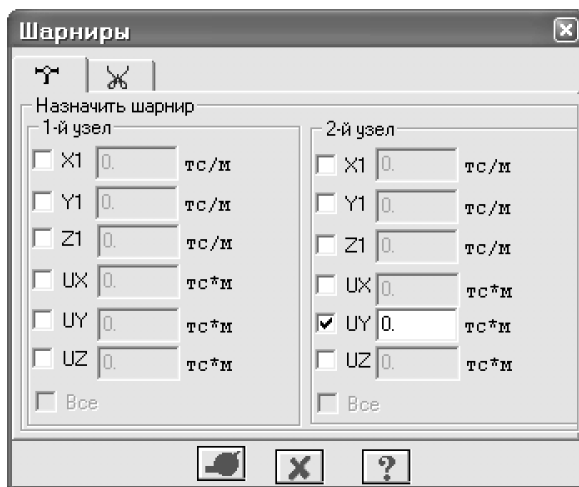

Рис.3.4. Диалоговое окно **Шарниры**
- диалоговое окно **Шарниры** (рис. 3.4).